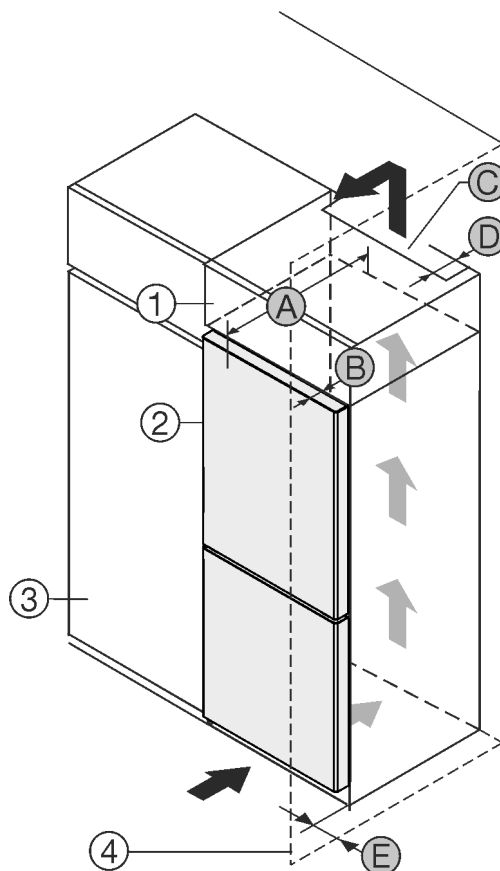

Fig. 1
Ви можете встановити пристрій безпосередньо поряд із кухонною шафою Fig. 1 (3)*.
Зі зворотного боку шафи для встановлення на пристрої слід передбачити вентиляційну шафу завглибшки Fig. 1 (D) на всю ширину цієї шафи.*
Слід дотримуватись вентиляційного отвору Fig. 1 (C) в стелі приміщення.*
Якщо пристрій із шарнірами встановлюється поряд зі стіною Fig. 1 (4), відстань між пристроєм і стіною повинна бути не менше 13 мм.*
Якщо пристрій із шарнірами встановлюється поряд зі стіною Fig. 1 (4), відстань між пристроєм і стіною повинна бути не менше 20 мм.*
Щоб мати можливість повністю відкривати дверцята, потрібно, щоб пристрій виступав на відстань глибини дверцят Fig. 1 (B) відносно передньої панелі кухонної шафи. Залежно від глибини кухонних шаф Fig. 1 (3) та використання пристінних розпірок пристрій може ще більше виступати вперед.*